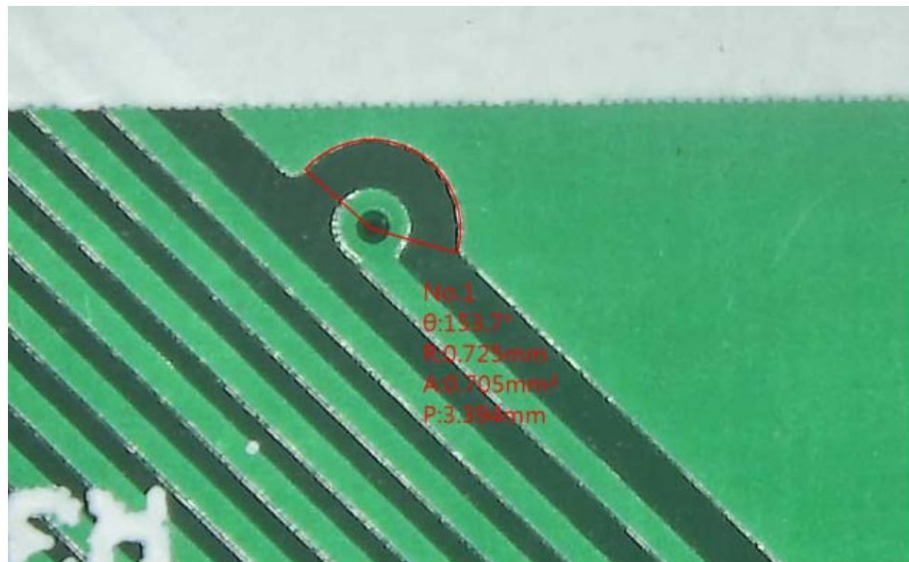

Fig.5-8 Área del arco
Aplicar y luego 2.º para medir el arco , Consulte la FIG. 5-8. 1.er clic en el borde del objeto de medición (4) Arco: